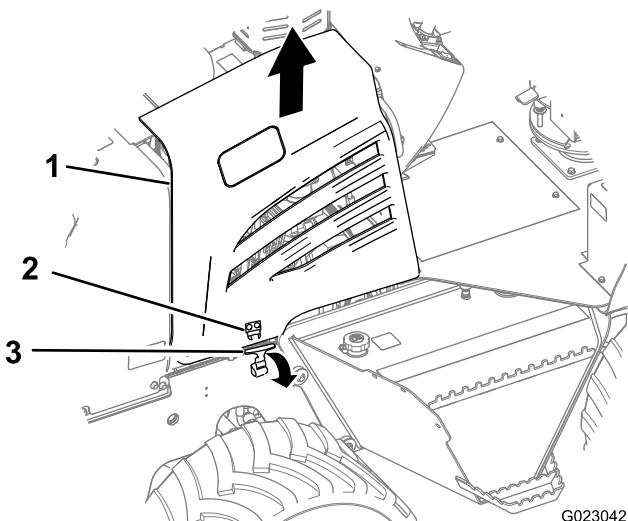

Figure 36
2. Tirez la poignée du verrou du panneau vers le haut et basculez le verrou hors de la patte d'ancrage (Figure 36).
- 3. Soulevez le panneau latéral verticalement pour le déposer de la machine (Figure 36).
- 4. Tirez la poignée du verrou du panneau en l'écartant puis relevez-la en la pivotant au-dessus de la patte d'ancre (Figure 36).